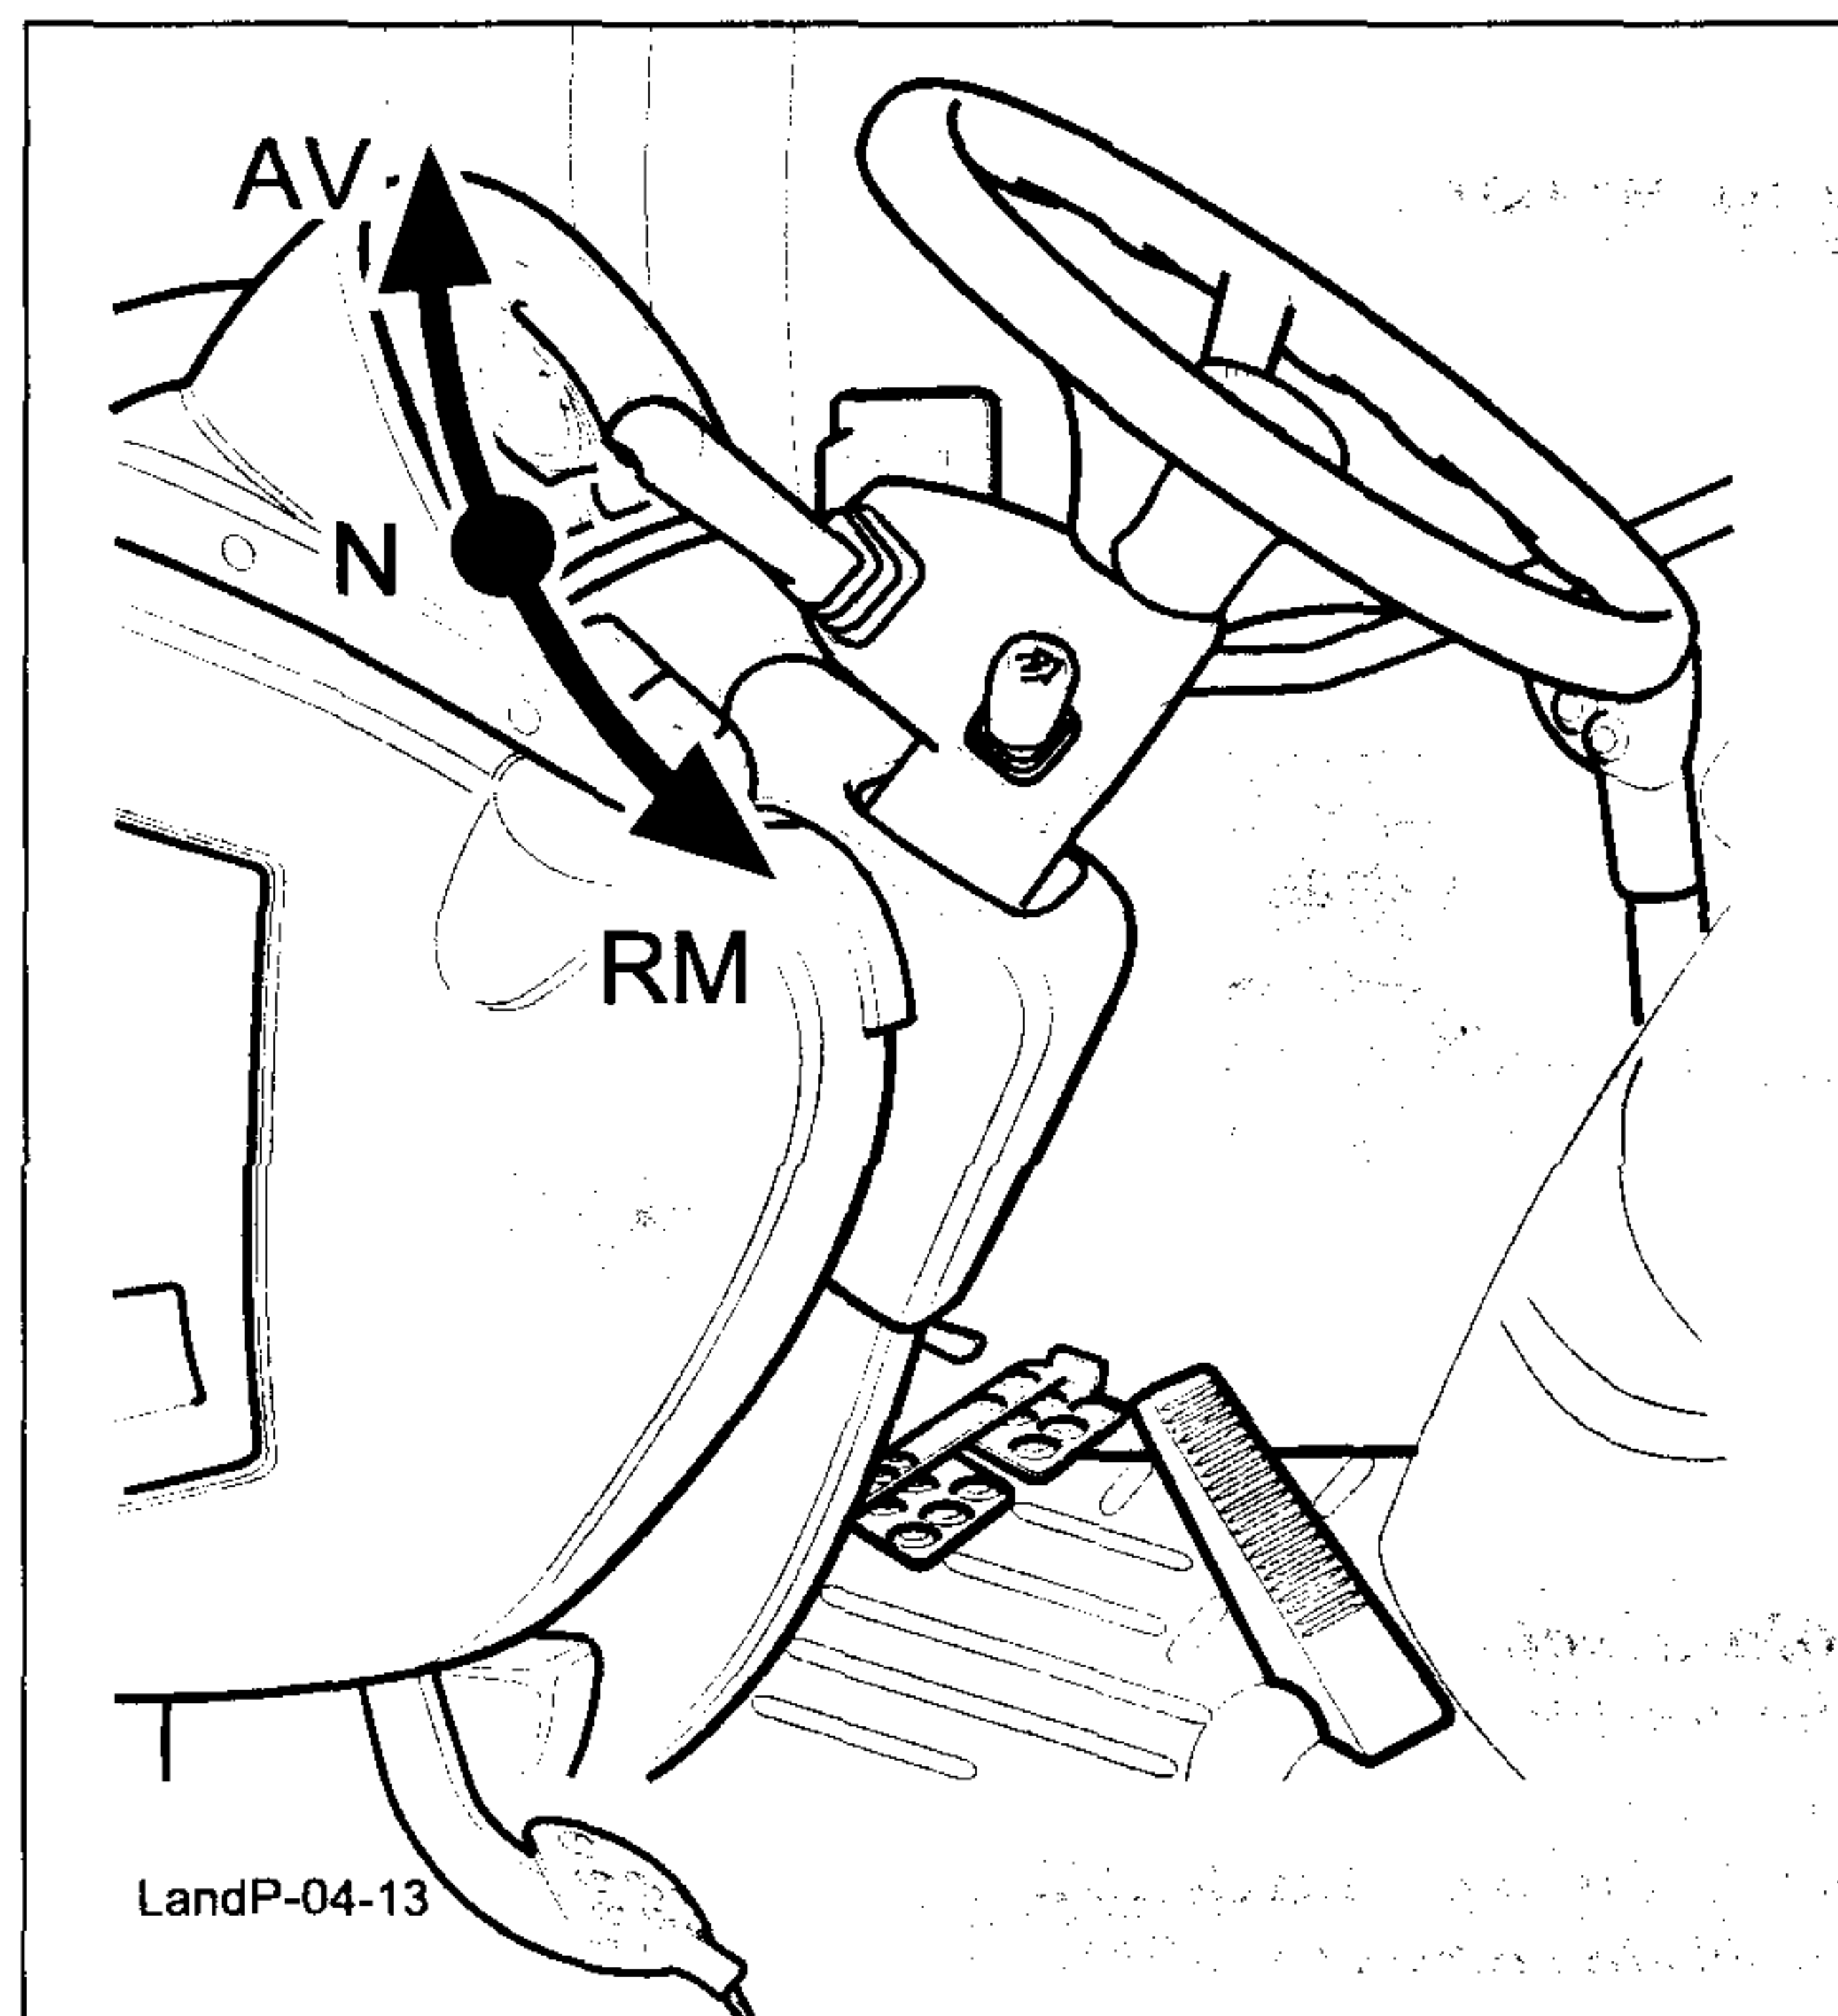

Fig. 4-15
1. Palanca inversor anaranjado a la izquierda del volante (Fig. 4-15).